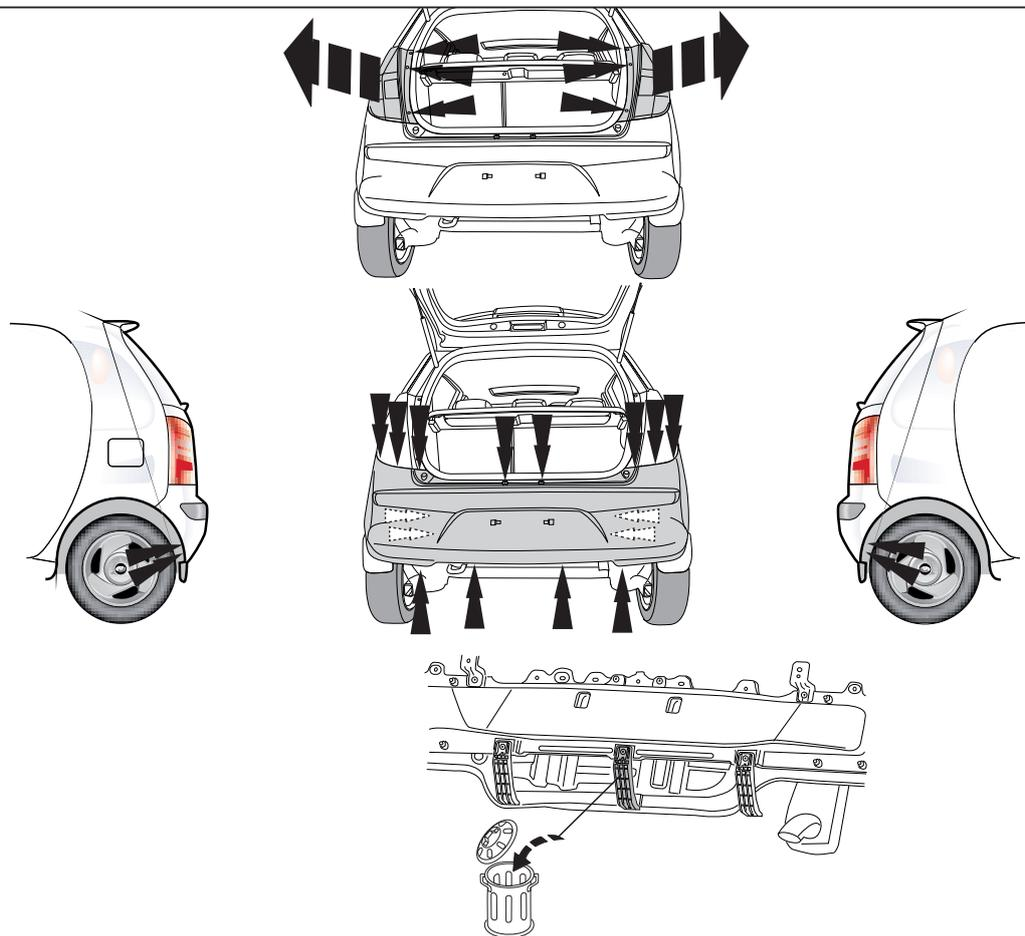

Fig. 1
1. Снять оба блока задних фар. Снять пластмассовые защитные колпаки. Снять бампер. См. рисунок 1..